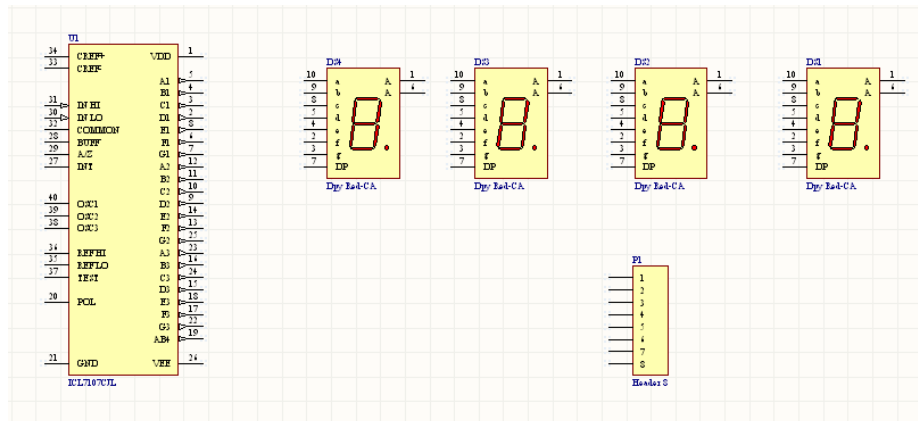

图 2.143 布置接头元件后的原理图
(7) 在“Libraries”面板中的“miscellaneous Connectors.IntLib”元件库中选择名称为“Header 8”的 8 脚单排接头元件，将布置到原理图中如图 2.143 所示的位置。